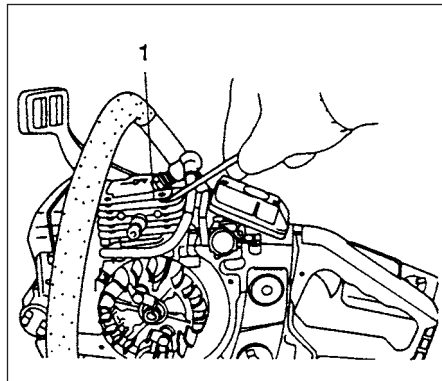

Fig.3-9
**Limpeza de las aletas del cilindro (Fig. 3-9)**